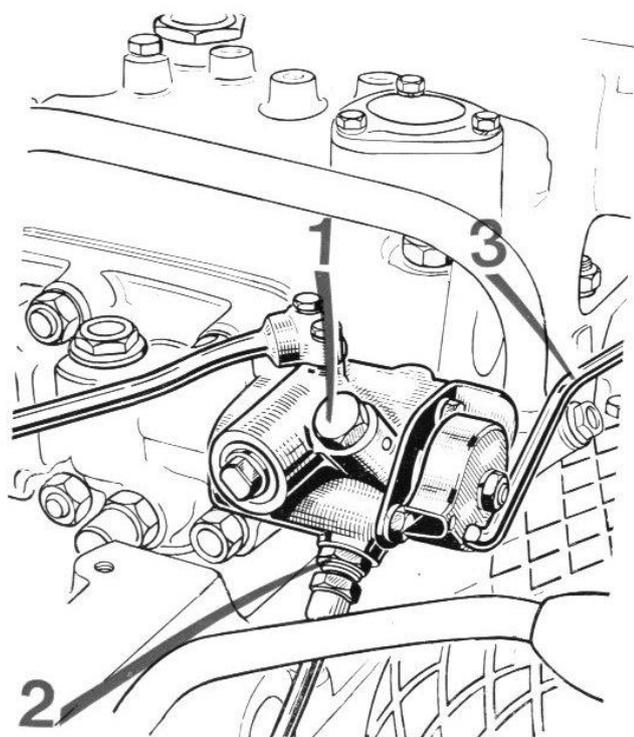

FIG. 67
**b) branchement double effet (fig. 67) :**